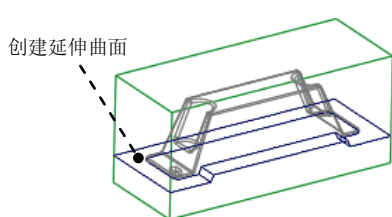

图 12.14 延伸曲面
Step6. 将复制表面的边线延伸至图 12.14 所示的坯料的表面。